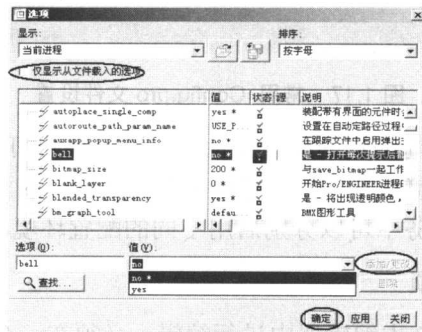

图 1.15 【选项】对话框
(1) 选择【工具】|【选项】命令，系统弹出如图 1.15 所示的【选项】对话框。